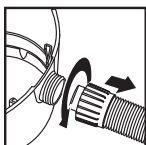

FIGURE 21
28. Dévissez l'écrou autobloquant du tuyau et retirez le tuyau de l'admission. **FIGURE 21.**